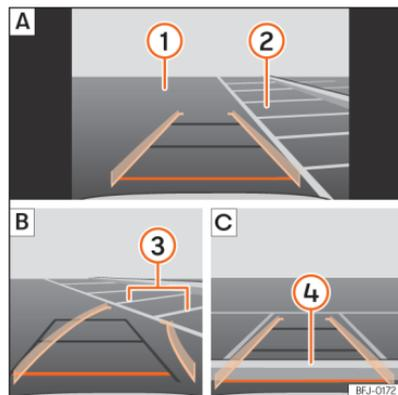

Fig. 144 Visualização no ecrã do sistema infotainment: estacionar com o assistente de marcha-atrás.
Legenda da »» Fig. 144:
- Posicione o veículo à frente do lugar de estacionamento \ggg Fig. 144 ② A.
- Retroceda rodando o volante de forma que as linhas amarelas se introduzam no lugar de estacionamento. As linhas verdes e amarelas têm de coincidir com as linhas de delimitação laterais ③ B.
- Pare o veículo quando a linha vermelha tiver atingido a delimitação traseira ④ C.